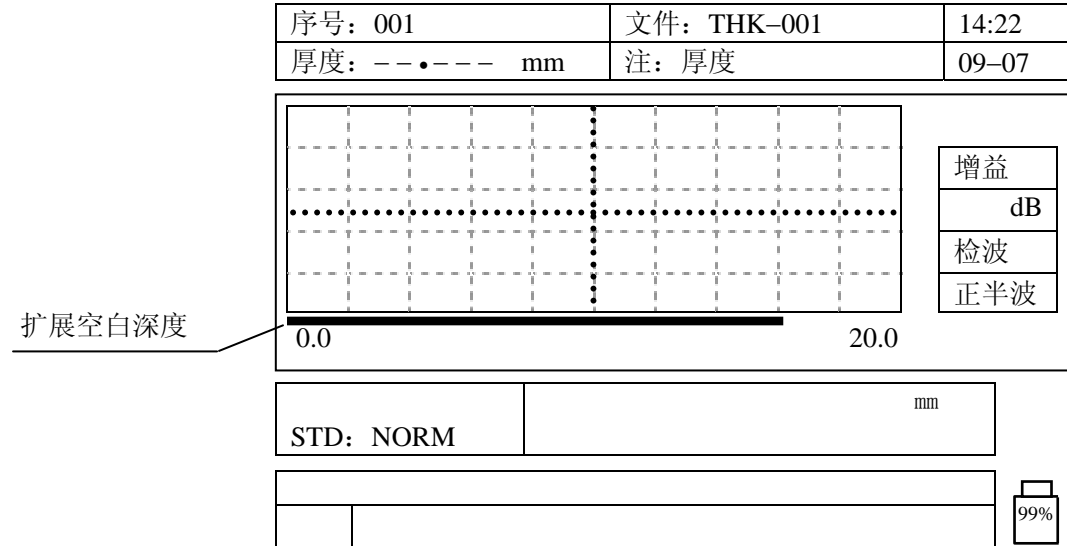

图 6.11 调节扩展空白深度
b) 利用[→]、[←]键改变水平线条长度，如图 6.11: